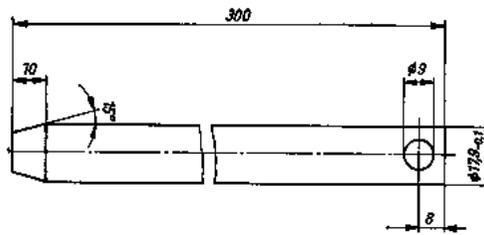

Bild 90. Skizze für Hilfsdorn
5. Hilfsdorn (Bild 90) von links einschlagen und damit die Lagerung zentrieren.